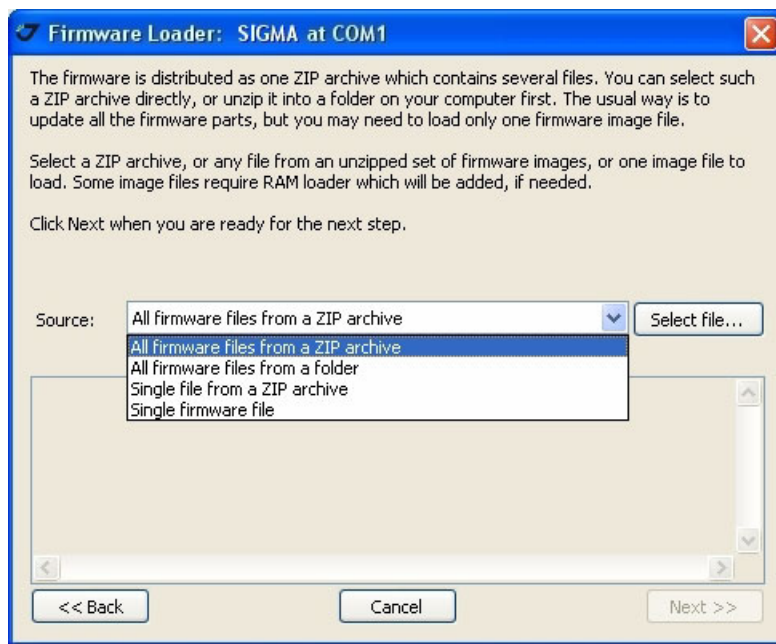

Рисунок 5-16. Выбор файла
5. Выберите архив ZIP, или отдельный файл из набора новой версии аппаратно-программного обеспечения. Нажмите *Next>>* (Рисунок 5-16).